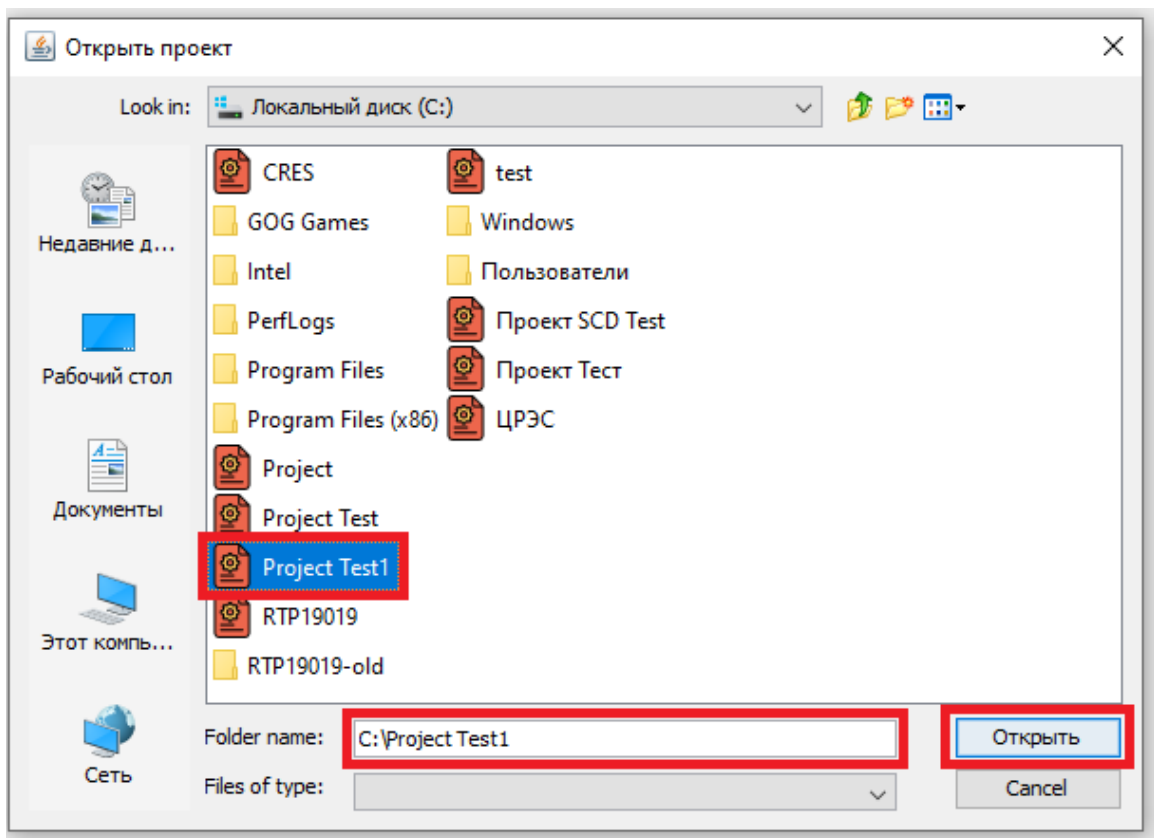

Рисунок 22 – Выбор проекта
2. Выбрать проект (Рисунок 22).
3. Нажать кнопку «Открыть» (Рисунок 22).